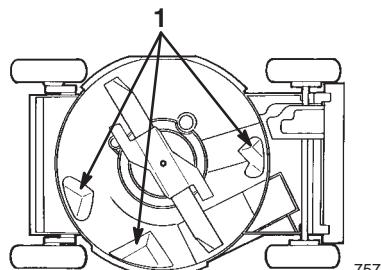

Figure 15
Pour obtenir des résultats optimaux, le dessous du carter de tondeuse doit rester propre. Veillez particulièrement à débarrasser les déflecteurs de tout débris (Fig. 15).
3. Basculez la tondeuse sur le côté **droit** (filtre à air vers le haut) (Fig. 15).